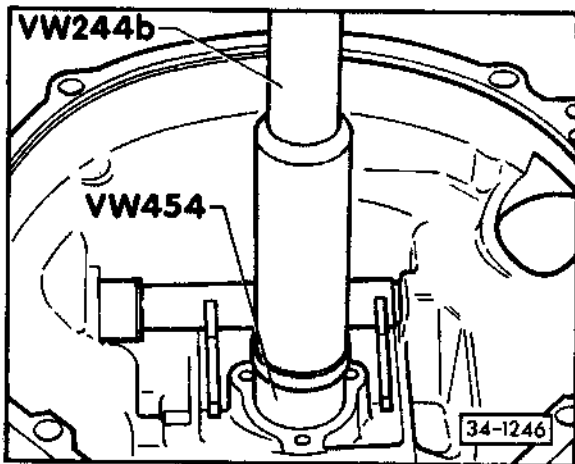

Abb. 2 Dichtring für Antriebswelle eintreiben
- eintreiben – Abb. 2
- einbauen – Abb. 2